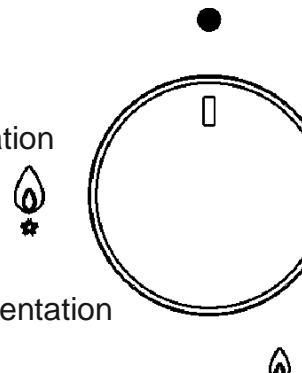

FIG. 1
Enfoncer et tourner en sens antihoraire le bouton rotatif qui correspond au foyer qu'il faut utiliser, jusqu'à prendre la position de « Maximum » (grande flamme, fig. 1). Ensuite, enfoncez la commande jusqu'au fond.
Si les foyers sont munis de thermocouples de sécurité, il faut tourner le bouton rotatif qui correspond au foyer qu'il faut utiliser en sens antihoraire, jusqu'à la position de « Maximum » (grande flamme, fig. 1) et l'enfoncer jusqu'au bout. Après l'allumage du foyer, maintenir enfoncé le bouton rotatif pendant 10 secondes environ. En cas où les flammes s'éteignent involontairement, fermer le bouton rotatif de commande du foyer et attendre 1 min., comme minimum, avant de tenter de l'allumer de nouveau.
- Quand le point d'ébullition sera obtenu, mettre le bouton rotatif en position de « Minimum » (petite flamme, fig. 1).
- L'allumage des foyers avec thermocouples de sécurité peut se réaliser seulement quand la commande se trouve dans la position de « Maximum » (grande flamme, fig. 1).